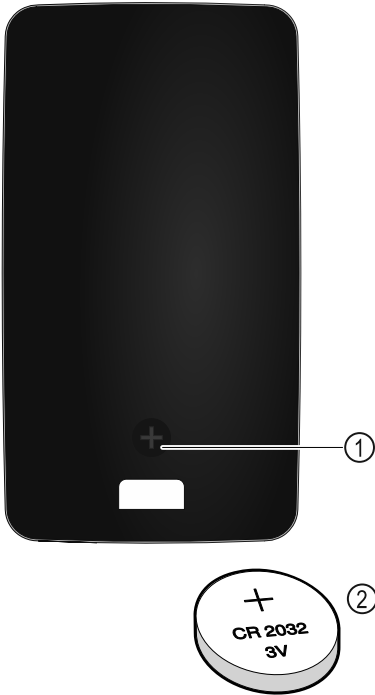

Fig. 230
Kaugjuhtimissüsteemi vooluvarustus toimib patareilt tüüp CR 2032 3V Fig. 230 (2), mis on saadaval erialakaubanduses.
- ▶ Keerake kruvi Fig. 230 (1) kaugjuhtimispuldi tagaküljel välja.